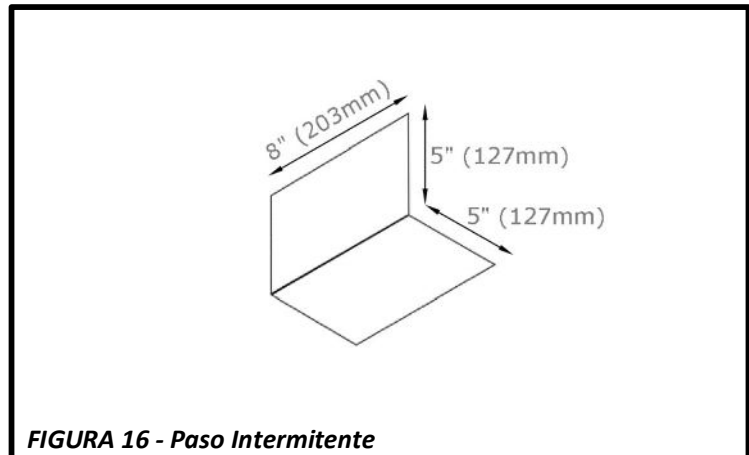

FIGURA 16 - Paso Intermitente
- FWAVE recomienda el uso de una tapajunta paso intermitente de metal **10" x 8" (254mm x 203mm)**. Vea la **Figura 16**. La tapajunta de paso intermitente debe subir por lo menos **4" (102mm)** sobre la pared y por lo menos **4" (102mm)** sobre las tejas superpuestas.